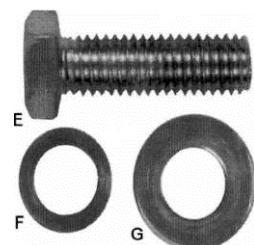

Рис. 5
1. Удалить транспортную пластины (A) между эл. двигателем (C) и столом.
2. После того как кронштейн был удален, установите винт обратно на площадку с двигателем. Верхний винт будет использоваться позже для крепления расширения к основному столу. (рис. 5)
3. Установите крышку двигателя (G), совместив штифты (H) на крышке с отверстиями на тумбе.
4. Закрепите крышку, потянув за защелку (J), закрыв дверцу, и отпустите защёлку.
1. Прикрепите левое расширение (A) к основному столу (B) тремя болтами (E), с гроверами (F) и плоскими шайбами (G). Не затягивайте расширение, чтобы иметь возможность выравнивать вручную по основному столу.
2. Установите расширение горизонтально, так чтобы передний край с передним краем стола (C) пилы были на одном уровне. Затем с помощью линейки, убедитесь, что плоскости находятся на одном уровне.
4. Возьмите крепеж (рис. 5) для правой стороны, а затем, приложив правое расширение сделайте все операции в том же порядке.